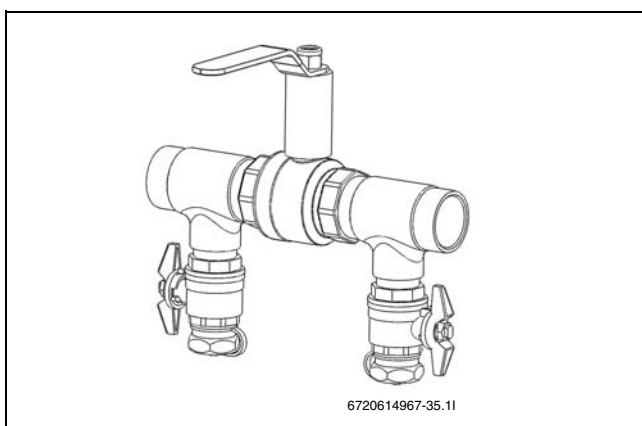

Bild 25 Påfyllnadssats i påfyllningsläge
- ▶ Vrid ventilerna på påfyllnadssatsen så att de står i påfyllningsläge (→ Bild 25).